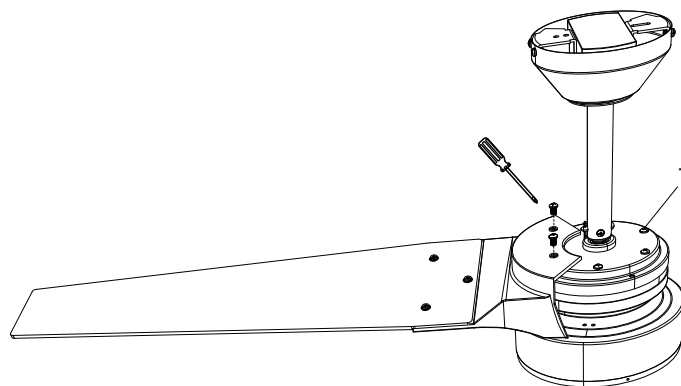

Figura 14
- Retire los dos tornillos del soporte de la hoja en la parte superior del motor y guárdelos, posicione el soporte de la hoja (C) arriba del motor de manera que las hojas queden alineadas (Figura 14). Ajuste los tornillos del soporte de la hoja instalados previamente.